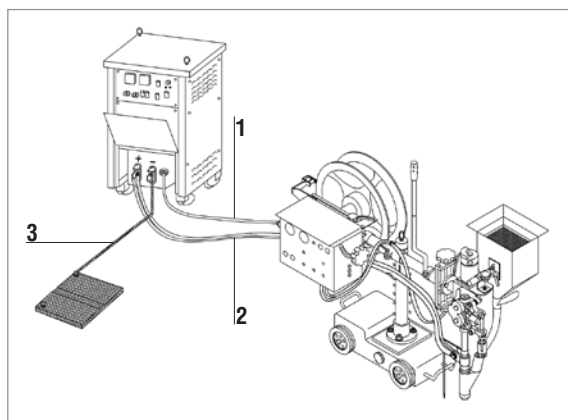

Рисунок 3
- Подключение сварочного трактора к источнику питания производите только согласно приведённой ниже спецификации (см. Рисунок 3);